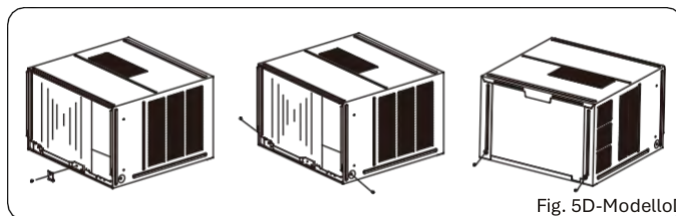

Fig. 5D-ModelloD
1. Rimuovere una vite che fissa la staffa di montaggio del telaio, quindi smontare la staffa di montaggio del telaio (cfr. Fig. 5D).